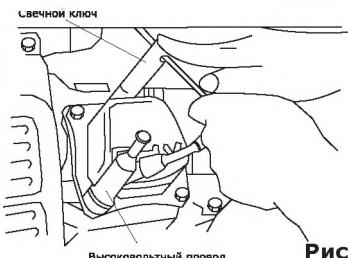

Рис. 15
- Выверните свечным шестигранным ключом, входящим в комплект поставки, и осмотрите свечу (рис. 15). Электроды свечи должны иметь светло-коричневый цвет (рис. 16).